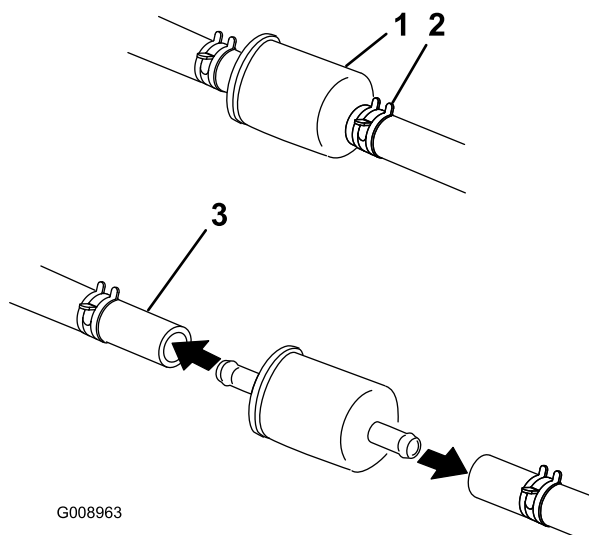

Figure 53
5. Fermez le robinet d'arrivée de carburant situé sous le siège (Figure 53).
6. Pincez les extrémités des colliers et éloignez les colliers du filtre (Figure 53).
8. Posez un filtre neuf et rapprochez les colliers de fixation du filtre (Figure 53).